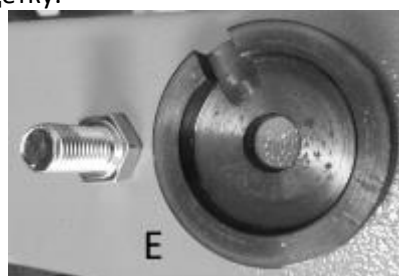

Рис.5
4. Снимите крышку (E, рис.5) с вала. Снимите щетку.